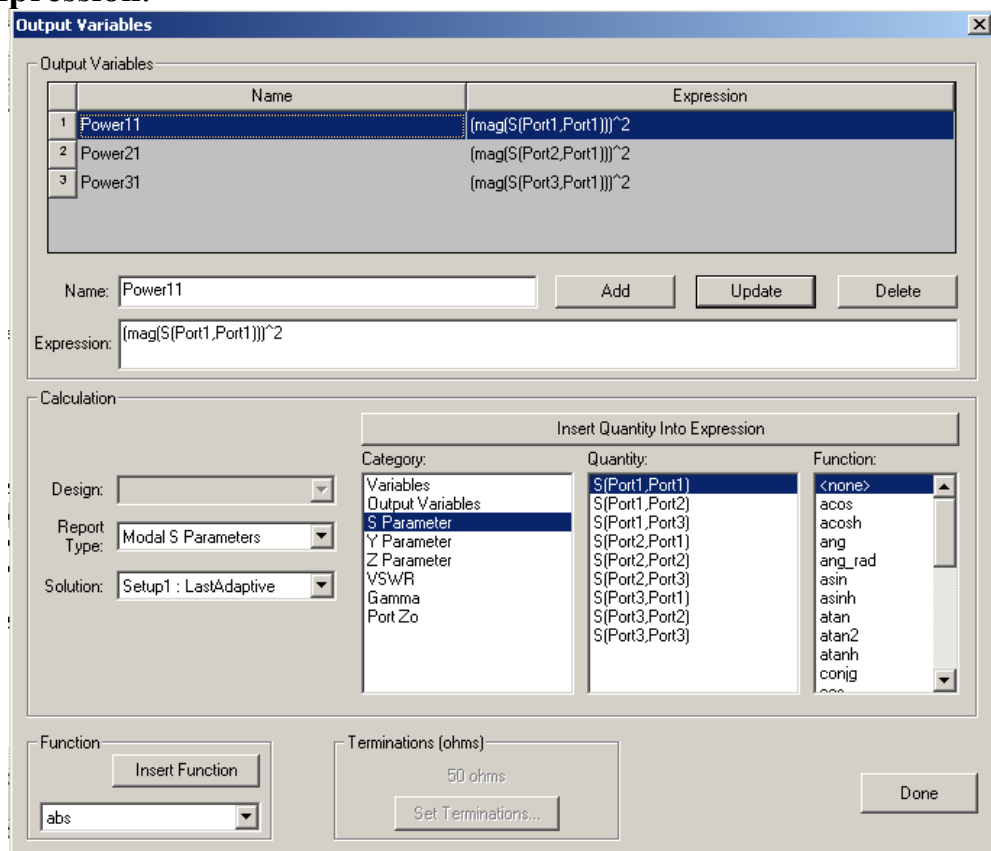

Рис. 7.7. Создание новых имен и функций $Power11 = |S_{11}|^2$ и др.
2. Щелкните **Edit Calculation**. Появляется диалоговое окно **Output Variables** (рис. 7.7).